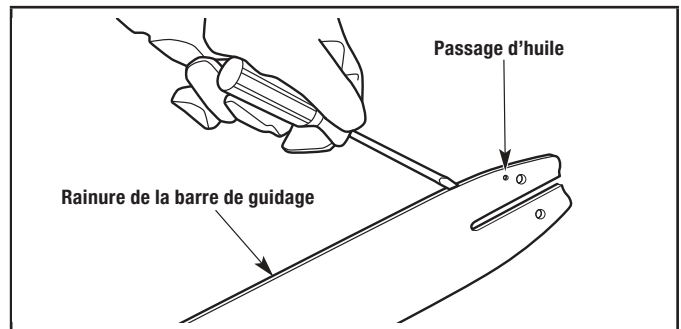
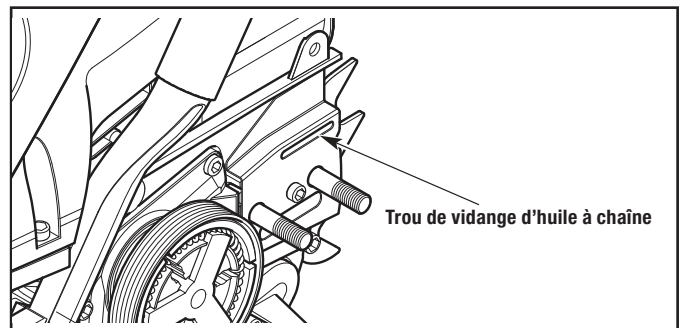

Figure 37
Figure 38
2. Nettoyez la rainure de la barre de guidage et les passages d'huile chaque fois que vous retirez la chaîne, lorsque l'unité a été beaucoup utilisée ou lorsque la chaîne semble sale. Utilisez un tournevis, un couteau à mastic, un fil de métal ou un outil semblable pour retirer les débris de la rainure de la barre de guidage (Fig. 37). Utilisez un petit fil de métal souple pour retirer les débris de trou de vidange d'huile à chaîne (Fig. 38).